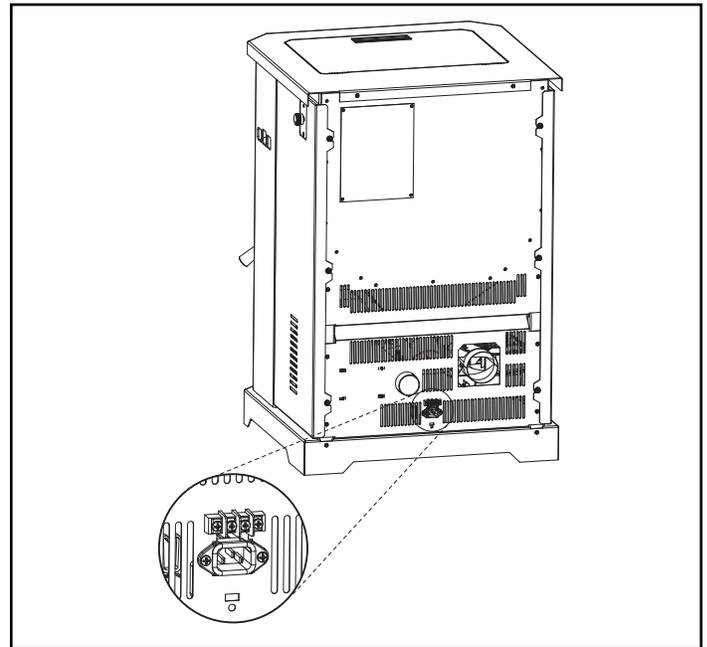

Figure 23.1
2. Connectez le fil du thermostat aux deux vis centrales du bornier du poêle. (Figure 23.1)